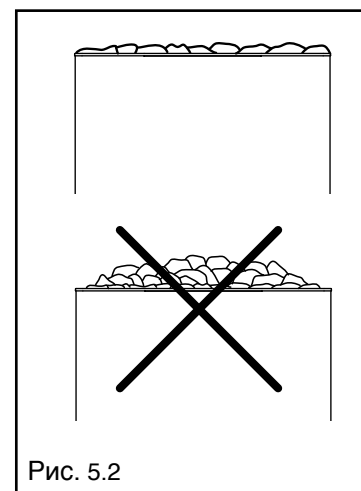

Рис. 5.2
- Не складывайте камни выше верхней поверхности каменки. См. рисунок 5.2.